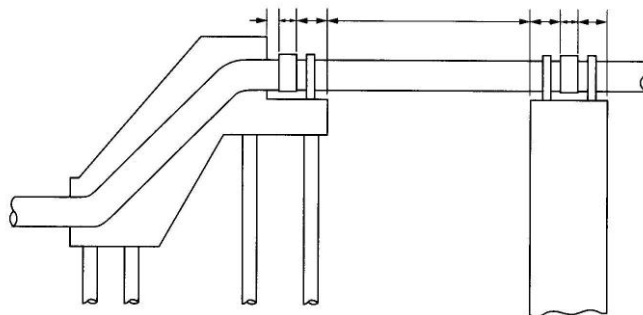

図7-2-2 伸縮可とう管の寸法
- (7) 試験掘及び実掘削等で確認した他企業の埋設物を、平面図・縦断面図・横断面図に記入しなければならない。
- (8) 平面図には、地形図及び配管図を区別し、次の規定により記入しなければならない。
- ① 地形図にあつては、管路の中心線、仕切弁、消火栓、排水栓、洗浄栓、人孔等の位置を記入しなければならない。
- ② 配管図にあっては、管種、形質寸法及び継手等を記入しなければならない。なお、使用管材が鋼管の場合は、形質寸法、塗覆装仕様なども記入しなければならない。
- ③ 既設管は点線、新設管は太実線、他の埋設物関係は鎖線で記入しなければならない。なお、ホースライニング工事の場合は実線で、布設替管は太実線で記入するものとする。
- ④ ソフトシール仕切弁を使用の場合は配管図に、「ソフトシール仕切弁」と明記するとともに製造会社名を記入しなければならない。
- ⑤ 不断水式仕切弁施工箇所は、引出し線で寸法・口径・製造会社を記入しなければならない。
- ⑥ 不断水連絡工の斜め穿孔により分岐した第1仕切弁を設置した場合は、配管図に「操作不能」と明記するとともに製造会社名を記入しなければならない。
- ⑦ 管路情報管理システムのデータベース更新や管路の固定資産管理にオフセットデータを活用するため、存置物件（管及び付属具類、矢板等）の起点と終点及び分岐点には、原則としてオフセットによる管理図記載の直近の官民・道路境界、隅切りから3点の水平距離を明確に記入しなければならない。（著しく測定距離が長くなる場合に限り、当局の既設弁栓からの水平距離を記入してもよい。）
- ⑧ 管体又は構造物を塗装した場合は、平面図にその仕様（製造会社名、塗料名、塗膜厚、色等）を記入しなければならない。
- ⑨ 伸縮可とう管は、平面図にその仕様（製造会社名、形式名、許容偏心量、許容心伸縮量、設置年度、月日）及び設置状況図を記入しなければならない。なお、埋設される伸縮可とう管の設置状況図は、基点を伸縮可とう管の中心としたオフセット図とするものとする。また、設置後露出される伸縮可とう管(水管橋等)については、基点、引照点を明確にして、図7-2-2の寸法を必ず記入しなければならない。
- ⑩ 1つの工事請負契約書に2つ以上の整理番号がある場合は、平面図（地形図・配管図）に各整理番号の施工区間を記入しなければならない。
- ⑪ 耐震補強金具を設置した箇所については、配管図に記入しなければならない。